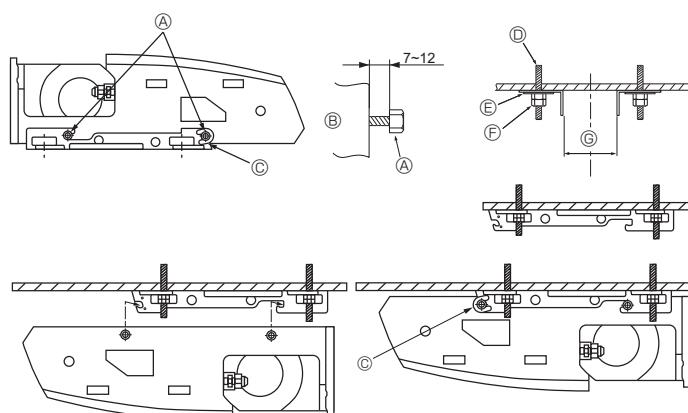

Fig. 3-6
2) Installazione in primo luogo della staffa di sospensione (Fig. 3-6)